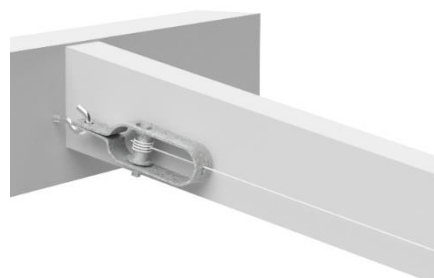

Bild 2
- Fäst den andra änden av linan i linspännaren och snurra in tills du får ett bra spänn. Se bild 2.